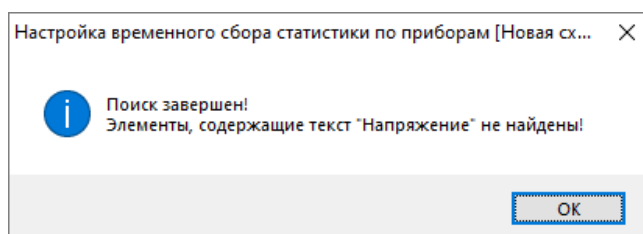

Рисунок 12-147 Уведомление о завершении поиска и отсутствии найденных элементов
- если в списке параметров для опроса нет параметров, наименование которых содержит введенное сочетание символов, то появится окно с соответствующим уведомлением (см. Рисунок 12-147) о завершении поиска и отсутствии найденных элементов.
В журнале инициализации (см. Рисунок 12-147) отображается информация о процессе инициализации объектов сбора статистики с указанием адреса и наименования объекта.